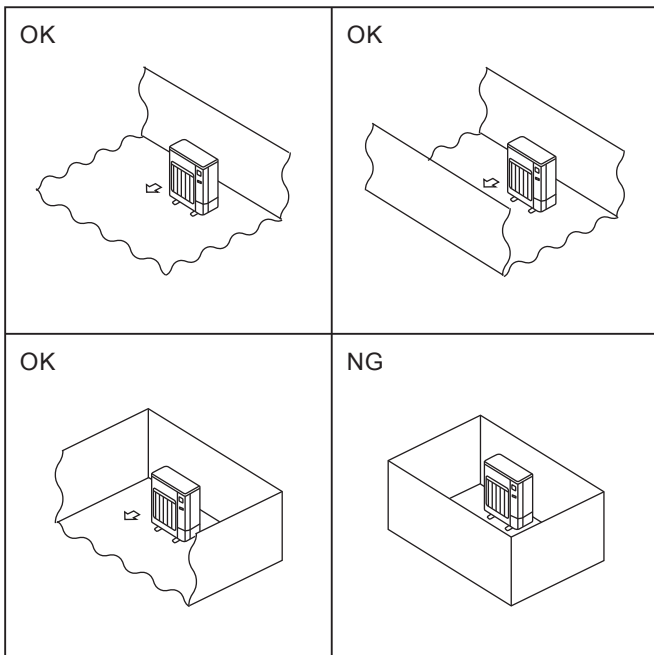

Fig. 2-2
- Ⓒ Monter utendørsenheter på et sted der minst én av fire sider er åpne, og i et tilstrekkelig stort område uten fordypninger. (Fig. 2-2)